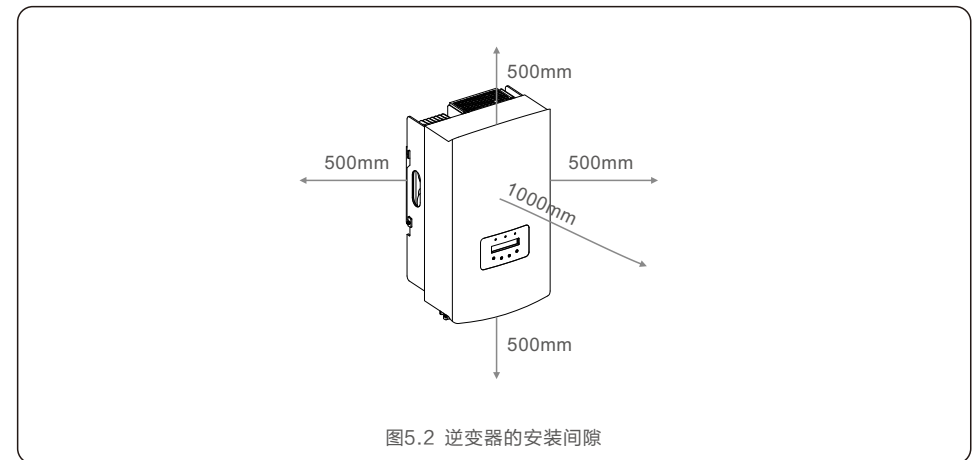

图5.2 逆变器的安装间隙
1. 按照图5.2, 挂板孔距打四个膨胀螺栓孔 (ST6.3*60 十字槽六角头自攻螺钉, HJ0108 10*50mm 鱼型膨胀管), 使用10mm型号钻头的冲击钻打孔时要保持钻头与墙面垂直, 双手紧握手柄, 把握好方向, 不要摇晃, 以免破坏墙面, 造成孔倾斜。钻孔深度应为60mm。去除孔内灰尘后测量孔深, 保持孔深一致。